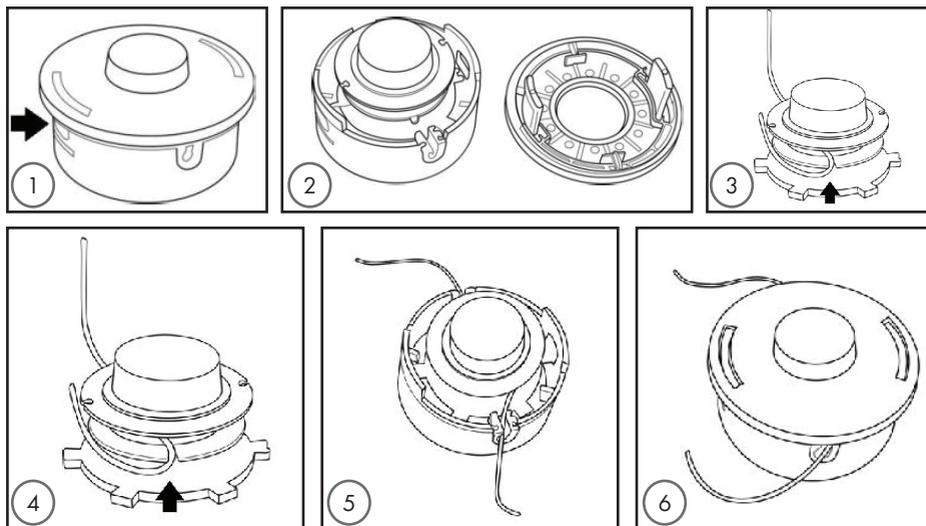

Рис. 7
3. Ваш бензотриммер укомплектован кассетой с усовершенствованной конструкцией, позволяющей максимально быстро и просто производить заправку лески (рис. 7).
1. Нажать на фиксирующие защелки сбоку головки (1) и снять крышку (2) (рис. 7).
4. Вставить триммерную леску в месте перегиба в центральный паз, расположенный на средней направляющей катушки (3) (рис. 7).
5. Намотать оба конца триммерной лески ровными плотными слоями на катушку в направлении по часовой стрелке. Закрепить концы намотанной триммерной лески в предусмотренные для нее пазы (4) (рис. 7).
6. Установить катушку в головку триммера и закрепить ее крышкой (5) и (6) (рис. 7).